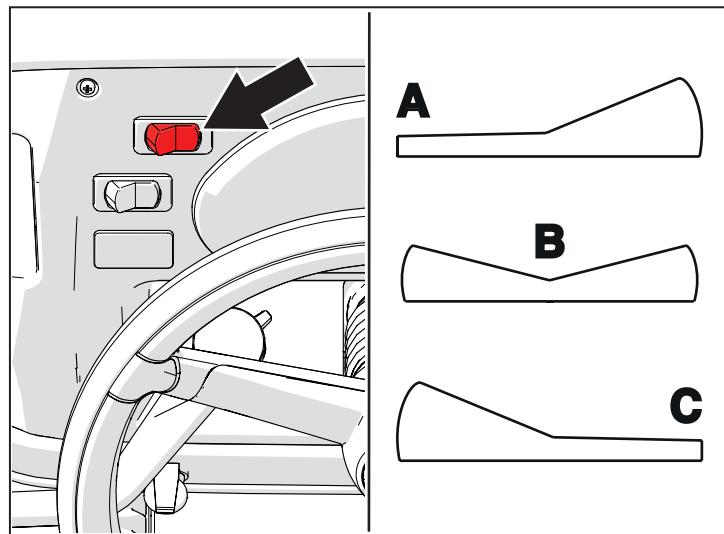

Fig. 5.12
Si le lancement de la régénération advient dans des lieux non sûrs, il est possible d'inhiber la régénération même en plaçant la commande sur la position (C), voir figure 5.12. La régénération inhibée, si configurée, est mise en évidence par l'allumage du témoin (2) sur l'afficheur.